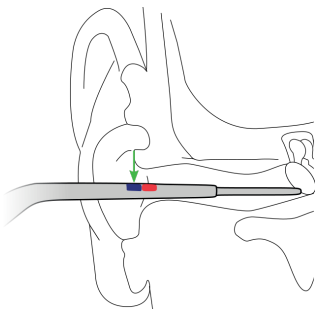

Abbildung 7: Tiefenmessung des Gehörgangs:
- a) Der Patient hat eine Berührung wahrgenommen und eine der farbigen Markierungen (rot oder blau) befindet sich auf Höhe der Incisura anterior auris (grüner Pfeil in Abbildung 7): **Die ermittelte Farbe wird im Eignungsbogen notiert.**